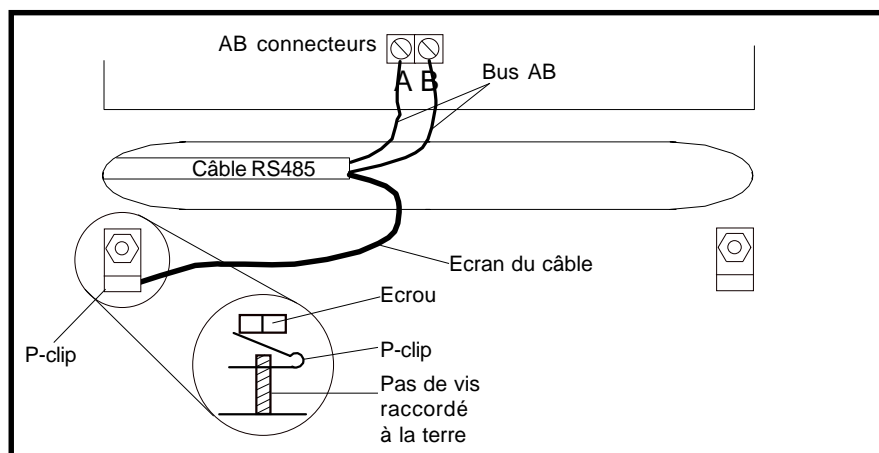

Figure 2-8. Connexion de l'écran ou du blindage avec le P-Clip
3. Le câble bus (AB) doit être écranté ou blindé, torsadé paire par paire et de section 9/10e.
4. L'écran ou le blindage du câble torsadé doit être connecté au boîtier du seul côté de la centrale conformément à la figure 2-8.
5. Le bus RS485 (AB) doit avoir une résistance de fin de ligne (RFL) de 680 ohms entre les connecteurs A et B du dernier module sur le bus.